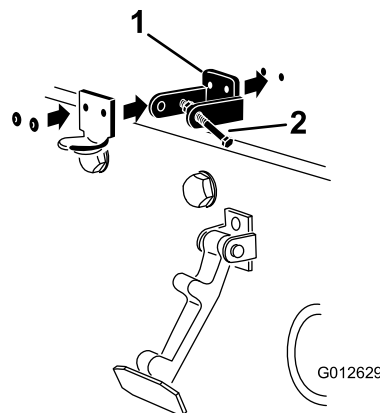

Figura 4
Nota: La staffa di bloccaggio deve essere contro il cofano (Figura 4). Non togliete il gruppo bullone e dado dal braccio della staffa di bloccaggio.
6. Rivettate le staffe e le rondelle al cofano (Figura 4).